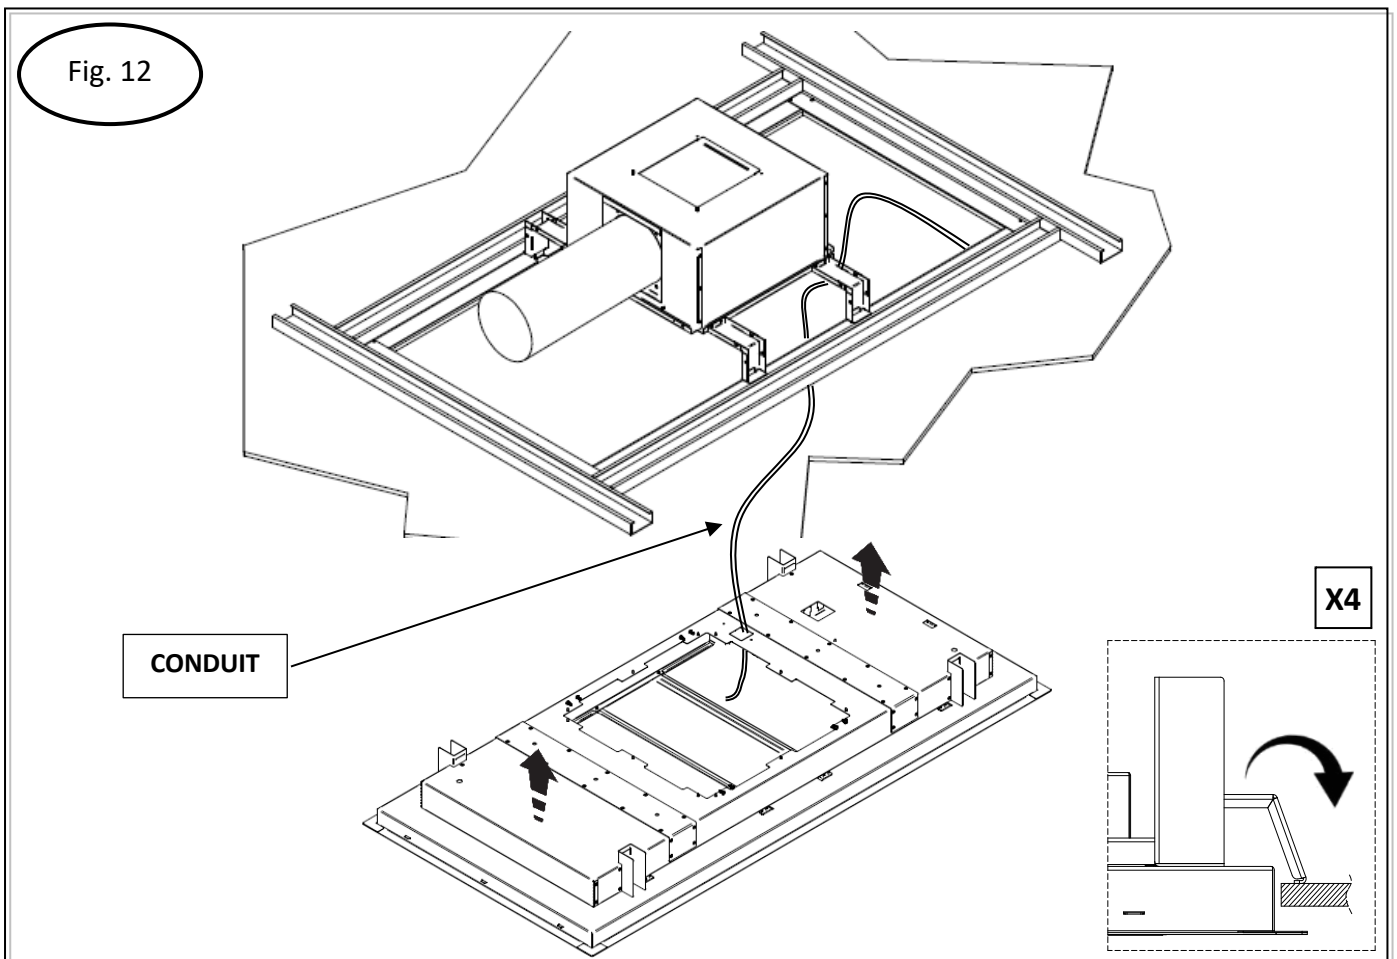

Fig. 13
- Apriete los 4 tornillos de los soportes de liberación rápida para que ejerzan suficiente presión para fijar la campana al techo. Ahora que la campana está bien sujeta, pase el CONDUCTO a través de la CAJA DE CONEXIONES (fig.13).